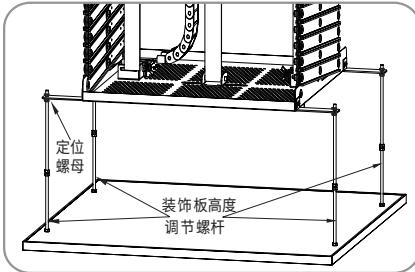
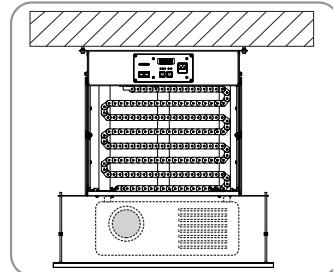

图18
图19
13. 调节天花板装饰板的高度，天花板装饰板四个角上装有长度约250mm的螺杆，用户可以根据所安装天花板的实际高度，调节螺杆上定位螺母的位置，来达到调节天花板装饰板高度的目的（图18），最大高度约200mm左右（图19），调节完成后必须将螺母拧紧以防松脱。